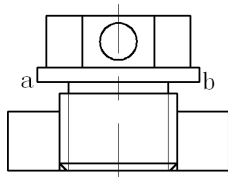

图 3-87 修剪图形
⑮ 单击“默认”选项卡“修改”面板中的“修剪”按钮 M ，修剪多余的线条；然后单击“默认”选项卡“绘图”面板中的“直线”按钮 $\swarrow$ ，补充绘制需要添加的直线，效果如图 3-87 所示。